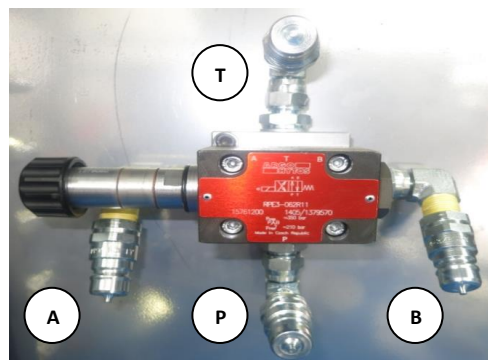

FIGURA 4
3. Conectar una manguera desde el Múltiple **(6)** al Pórtico de presión P de la Electro Válvula **(10)** figura 4.